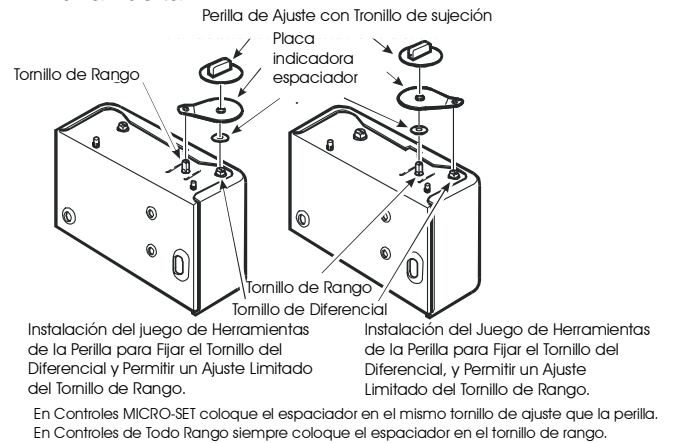

Figura 9: Instalación del Juego de Herramientas del Ajuste de Perilla Limitado
3. Coloque la placa indicadora, como se muestra en la Figura 9, para fijar el tornillo de rango o el tornillo del diferencial en el ajuste deseado.